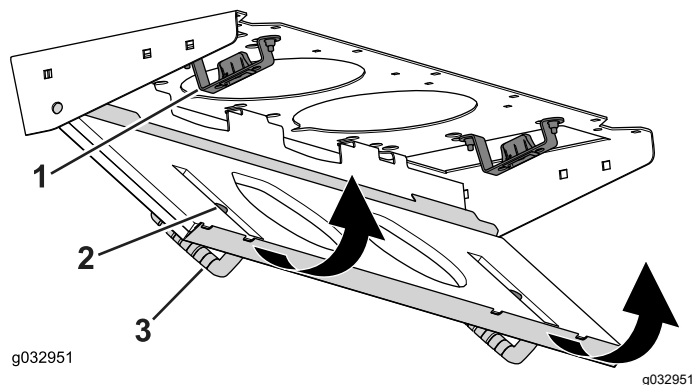

Figura 132
4. Gire la rejilla del filtro sobre las pestañas hasta que el cierre se enganche en el soporte (Figura 132).